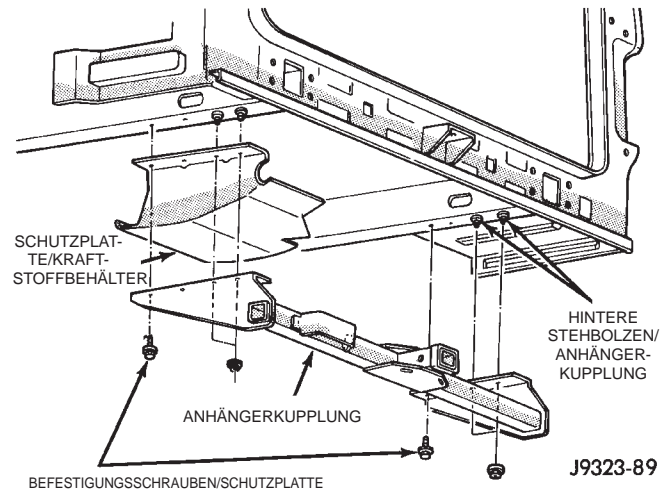

Abb. 6 Anhängerkupplung
(1) Falls erforderlich, den Kabelbaum-Steckverbinder der Anhängerkupplung von der Anhängerkupplung abklemmen.
(2) Die Anhängerkupplung abstützen.
(3) Die Befestigungsmuttern lösen, mit denen das Aufnahmerohr an den Längsträgern befestigt ist (Abb. 6).